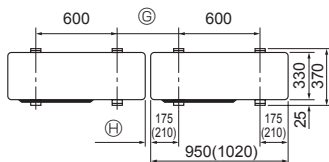

Fig. 3-1
- \* Se till att enheten monteras på ett stabilt och jämnt underlag för att förhindra skallrande ljud under pågående drift. (Fig. 3-1)